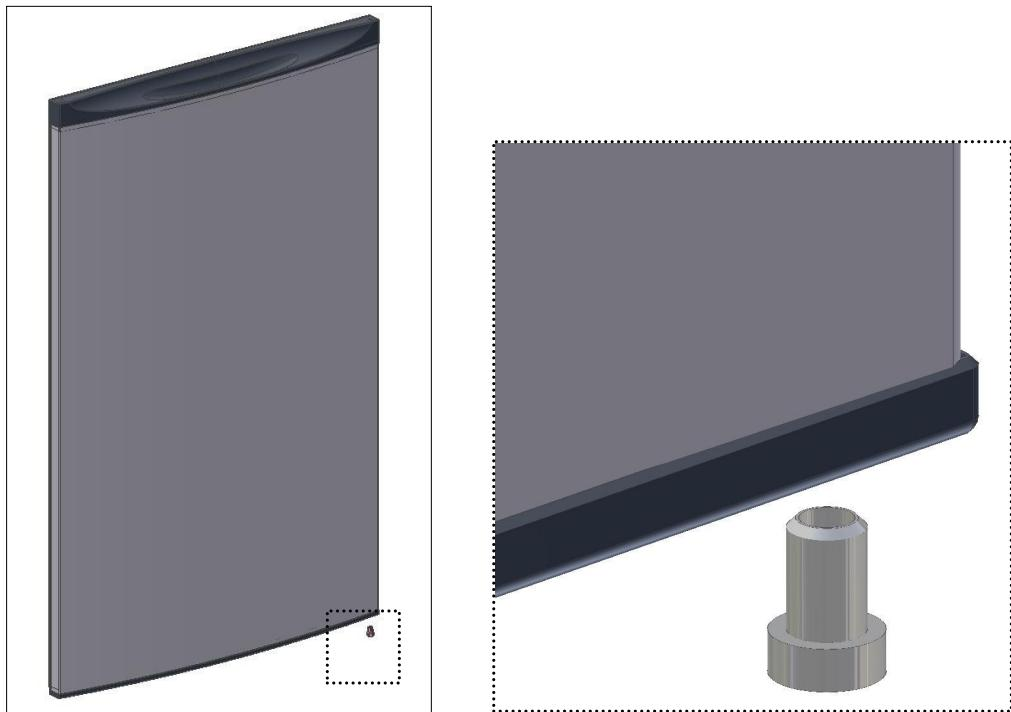

Fig. 8
- Collocare **il cuscinetto** nella parte inferiore della porta (fig. 8);